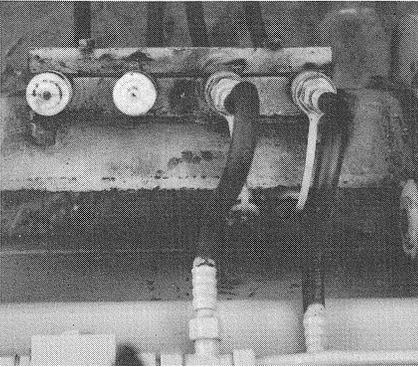

Bild 25
(5) Schläuche von der Schaufel mit den Schnellkupplungen im Schaufelarm verbinden (Bild 25). Auf Farbmarkierung achten.